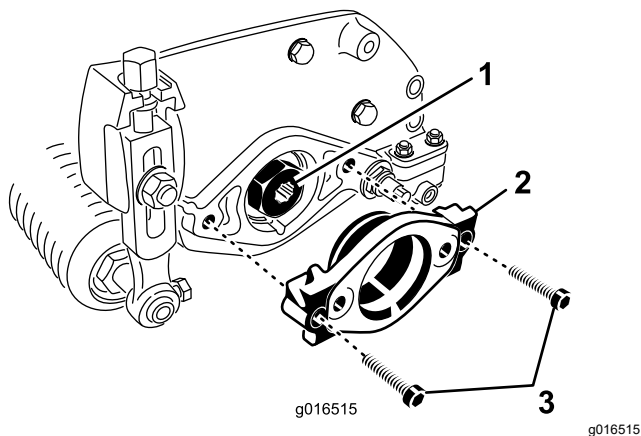

図 7
2. カッティングユニットの左側にモータマウントを固定している六角ボルト2本を外す。モータマウント取り付け部を取り外す 図 7。
3. 駆動スプライン内側面にグリスを塗る 図 7。
4. カッティングユニット左側で、モータマウントの O リングに薄くオイルを塗り、先ほど取り外した六角ボルト2本を使ってモータマウントをカッティングユニットに取り付ける 図 7。ボルトを 16-20 N·m 3.7-4.6 kg.m = 12-15 ft-lb にトルク締めする。